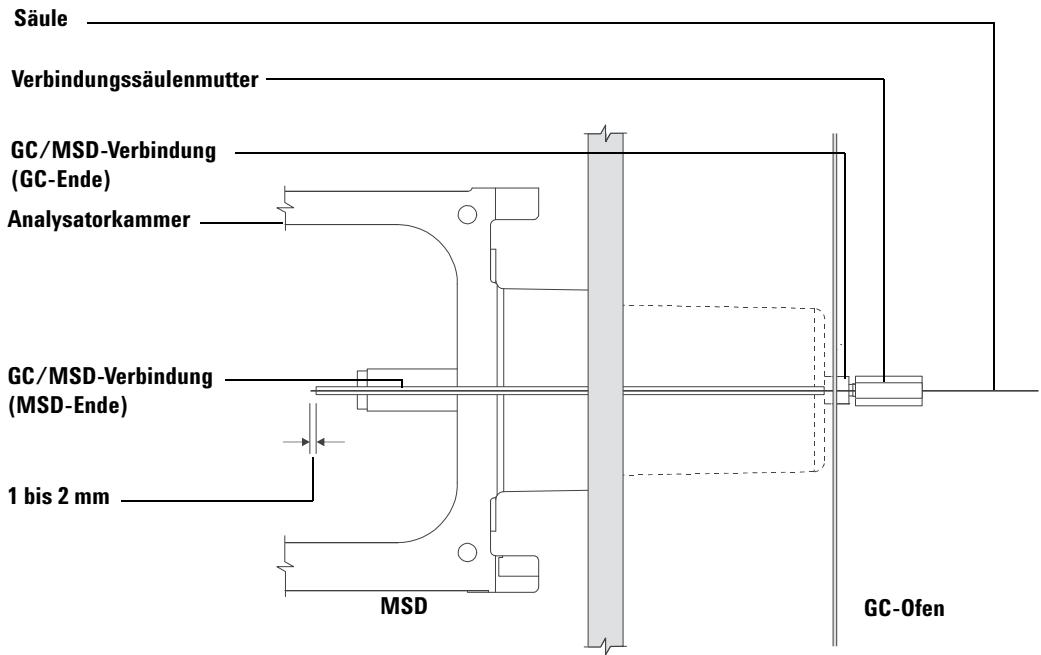

Abb. 11 MSD-GC-Säulenverbindung
- 10** Passen Sie die Säule so an, dass diese 1 bis 2 mm in die Analysatorkammer über das Ende der GC/MSD-Verbindung hinaus hineinragt, und ziehen Sie die Mutter handfest an. Siehe Abb. 11.